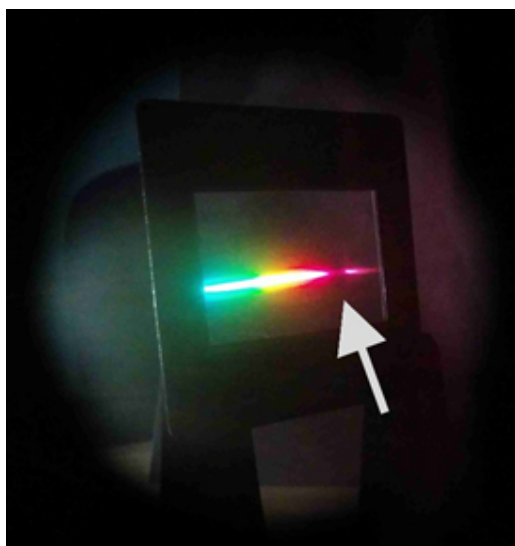

Рис. 12. Фотография спектра пропускания образца X. Белая стрелка показывает минимум пропускания (темная область в полоске радуги).
4. Если вы будете вращать по часовой стрелке образец, то вы сможете увидеть темную полосу в спектре пропускания (рис. 12). Это **минимум пропускания** соответствующий  $m = 1$  в законе Брэгга-Снелла. Когда вы вращаете образец, длина волны минимума пропускания изменяется.